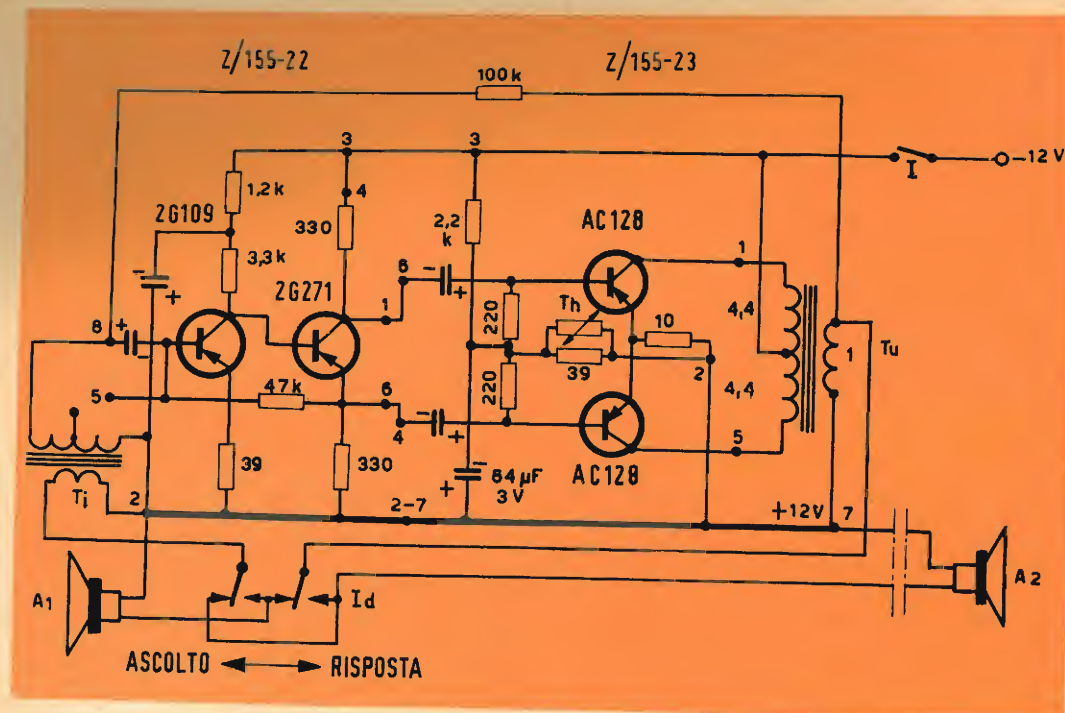

Fig. 1 - Schema elettrico dell'interfono con uscita in push-pull.
Fig. 1 - a) Sezione trasversale degli elettrodi del triodo PC 88; b) PC 88 (ingrandimento  $\times 2$ ), visto lateralmente per mettere in evidenza la struttura asimmetrica dell'anodo.
è derivata una nuova disposizione elettrodica nella quale l'anodo viene a trovarsi in una posizione asimmetrica rispetto al catodo come indicato schematicamente in fig. 1.
Fig. 1 - La parte attiva del grid-dip è costituita da una valvola per VHF (955) montata su di un « probe » collegato all'alimentazione per mezzo di un cavo a più conduttori.